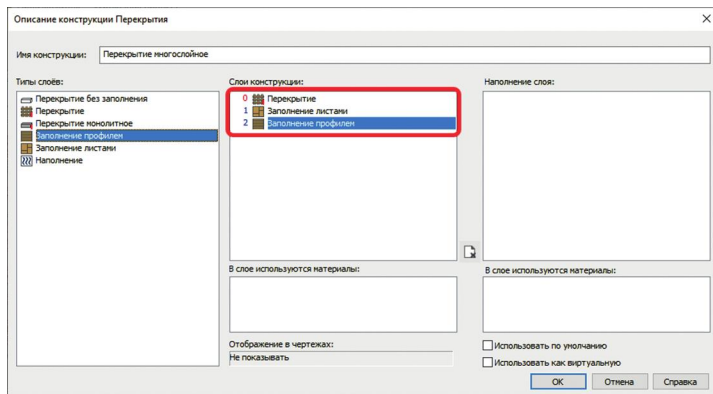

рис. 182
7. Перетащите слой **Заполнение листами** в поле **Слои конструкции**, в область, находящуюся ниже слоя **Перекрытие**. В карточке параметров слоя выберите материал **Пароизоляционная мембрана Изоспан, 1**. Нажмите **ОК**. В нашей конструкции появится слой **Заполнение листами** с номером **1** (см. рис. 182). Положительный номер говорит о том, что слой находится снаружи от базового слоя.
В нашей конструкции появится слой **Заполнение профилем** с номером **2** (рис. 182).